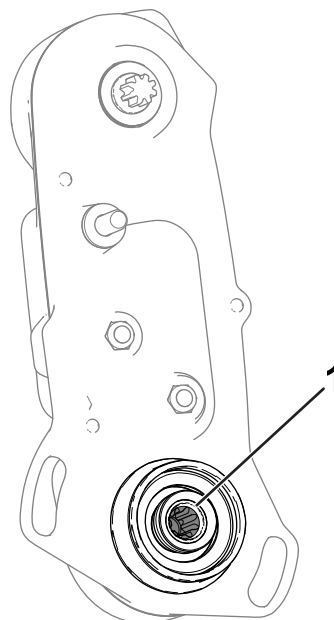

Figura 13
3. Verificai interiorul arborelui de acionare al cilindrului (**Figura 13**) în privina lubrifianului rămas.